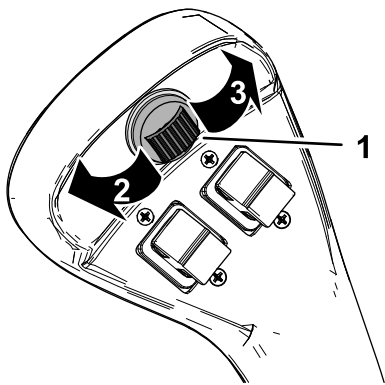

Figura 15
Utilice el interruptor del implemento secundario (Figura 15) para controlar determinados implementos opcionales.
- Presione el interruptor del implemento secundario hacia la derecha hasta que se bloquee en esa posición para accionar un implemento hidráulico en dirección hacia adelante (Figura 15). Utilice el interruptor del implemento principal para controlar la función; consulte Interruptor del accesorio principal \(página 16\).